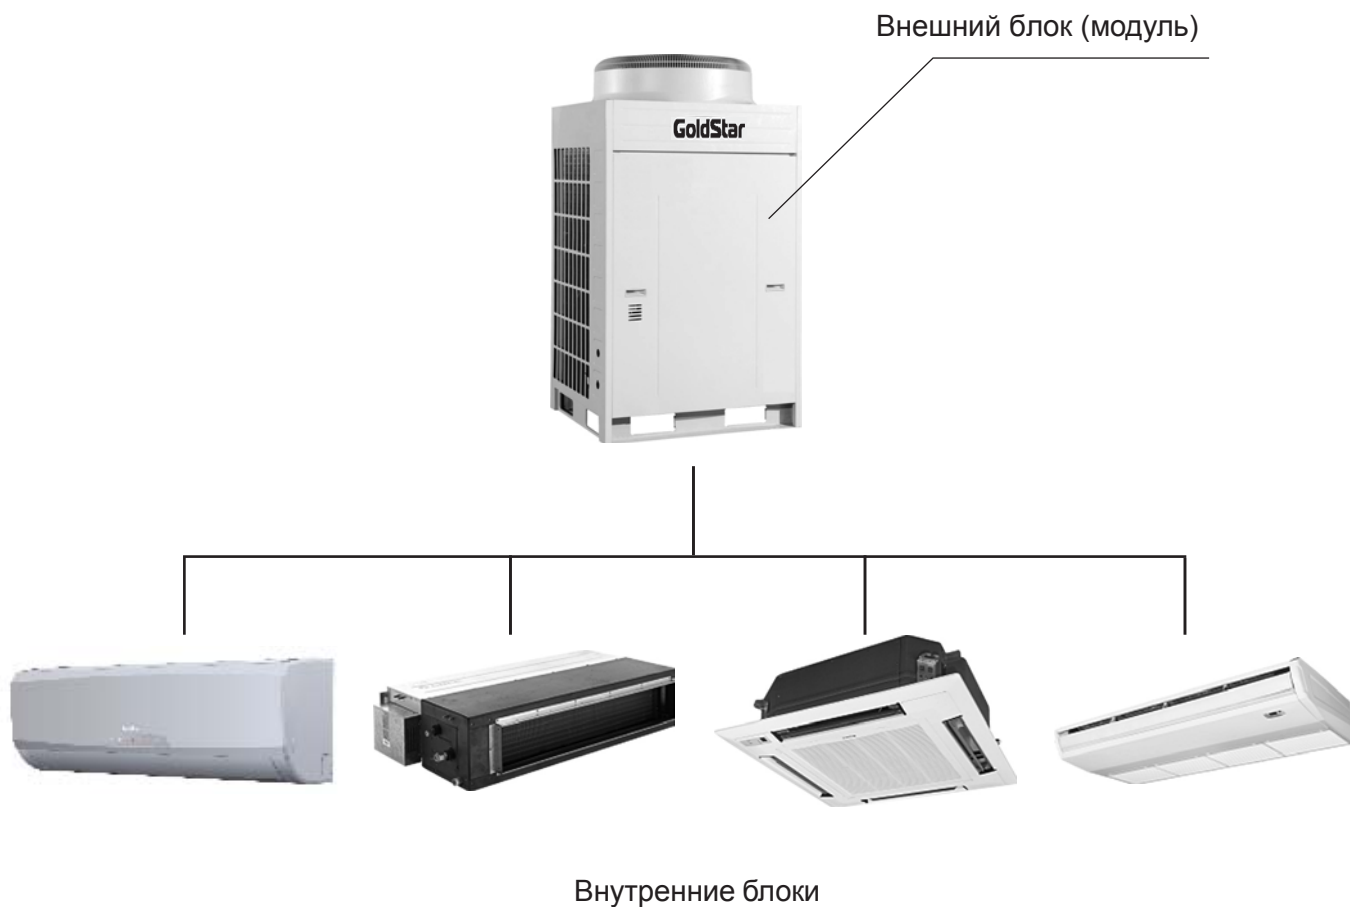

Рис. 1.
1.4 Общий вид мультizonальной системы рис. 1. Система состоит из внешнего и внутренних блоков.